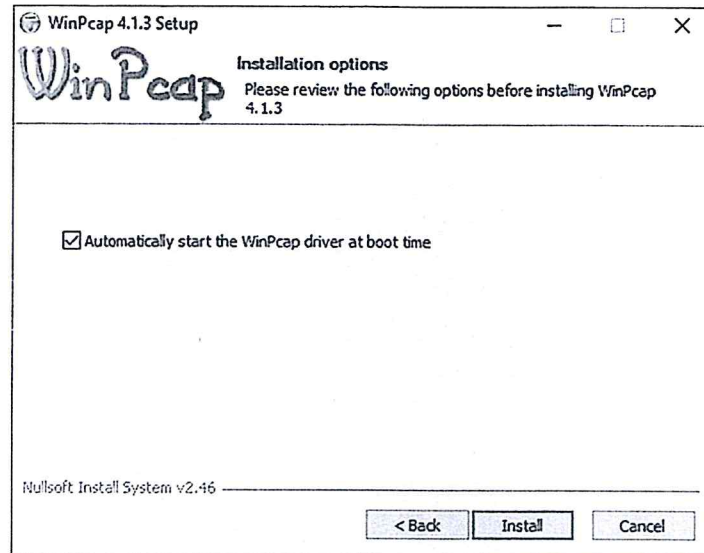

Рисунок 17 – Окно выбора дополнительных опций
– после нажатия кнопки «I Agree» появится окно выбора дополнительных опций, в котором необходимо установить чек-бокс в строке «Automatically start the WinPcap driver at boot time» и нажать кнопку «Install» (рисунок 17);